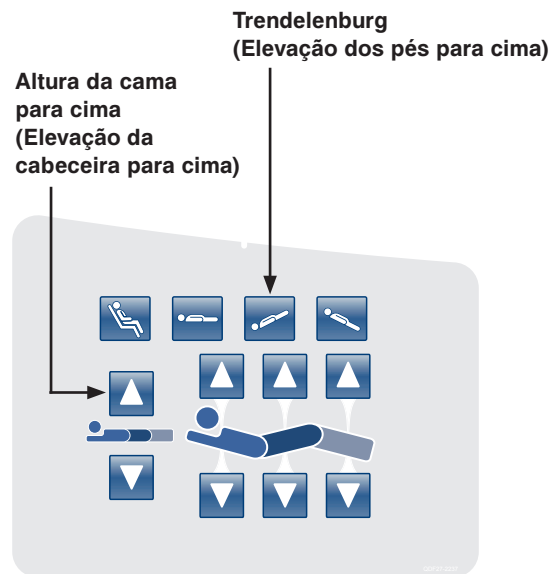

Figura 20: Painel de comando da grade lateral da cabeceira (lado direito mostrado)
21. Coloque a cama na altura mais alta premindo em simultâneo os botões **Trendelenburg (Elevação dos pés para cima)** e **Altura da cama para cima (Elevação da cabeceira para cima)**, conforme mostrado na Figura 20.